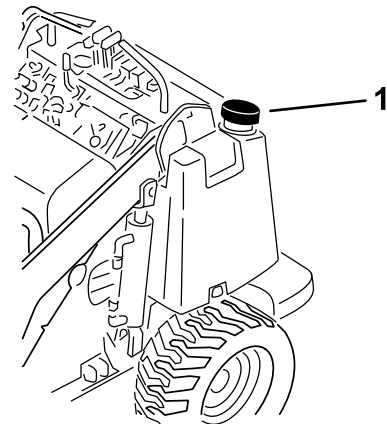

Figure 11
3. Nettoyez la surface autour du bouchon du réservoir et enlevez le bouchon (Figure 11).